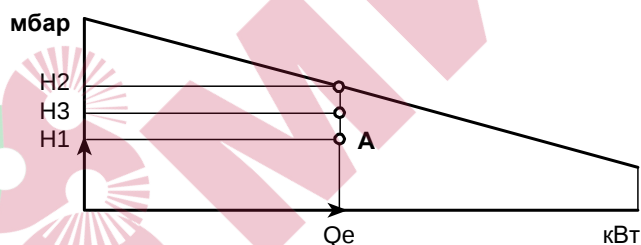

рис. 40
в точке A, которое должно оставаться в пределах скорости горения (рис. 40).
- 4 -Проведите вертикальную линию от точки A, рис. 40, и найдите максимальное значение давления H2 для скорости выстрела
Если H3 больше, чем H1, как показано на рис. 40, горелка может обеспечить требуемую мощность. Если H3 меньше, чем H1, необходимо уменьшить мощность горелки. Уменьшение мощности сопровождается снижением давления в камере сгорания: